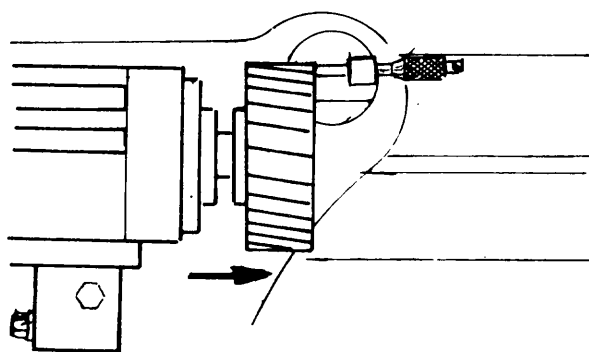

Fig. 3
- g Avance el carro longitudinal hasta que la arista frontal del diente haga contacto con el tope del micrómetro y coloque el anillo graduado en "0" (fig. 3).